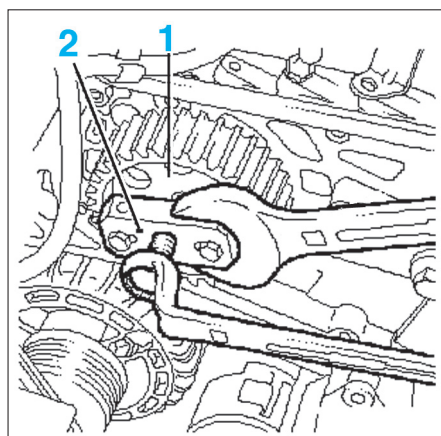

FIG. 24
- Débloquer l'écrou de la roue dentée (1) de pompe haute pression à l'aide d'une clé à ergot (fig. 24).
- Extraire la roue dentée de pompe haute pression à l'aide d'un extracteur (2) adapté et récupérer la clavette.